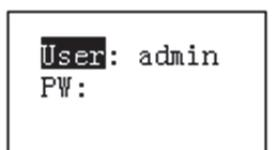

Figure 2-1
- 2) Cliquez sur la touche ([Valider]) ([ENTER]) ou [RÉGLAGE] ([SETUP]) pour ouvrir l'interface ci-dessous. Voir Figure 2-1.